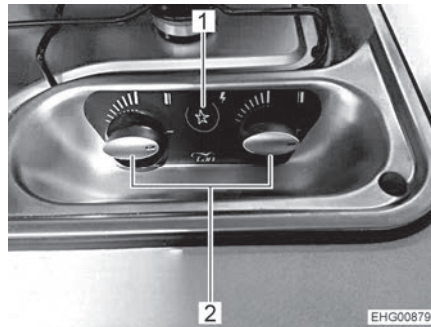

Fig. 180 Elementos de mando para la cocina de gas
- Girar el regulador giratorio (Fig. 180,2) correspondiente al quemador deseado a la posición de encendido (llama alta).
- Pulsar el conmutador a presión (Fig. 180,1). En el quemador se producen chispas de encendido.